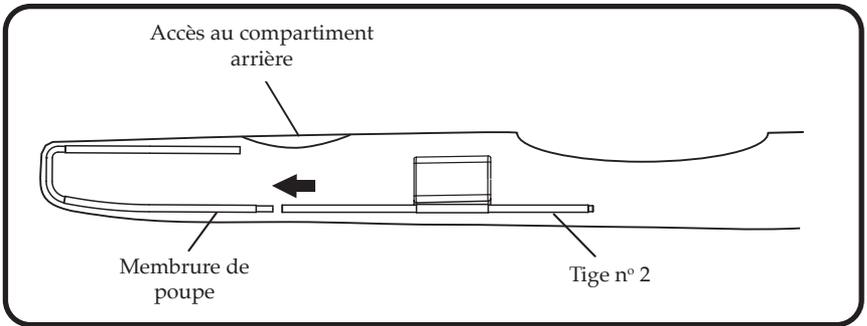

Figure 7
- 7) Installez la tige no 2 à l'arrière du kayak, en la reliant à la partie inférieure de la membrure de poupe. La tige doit être placée sur le plancher en mousse et son extrémité numérotée doit se trouver sous l'hiloire du kayak. **Voir la figure 7.**